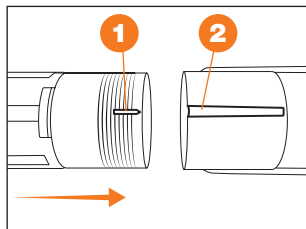

Рис. 7
1. Сборка трубы всасывания (Рис. 7).